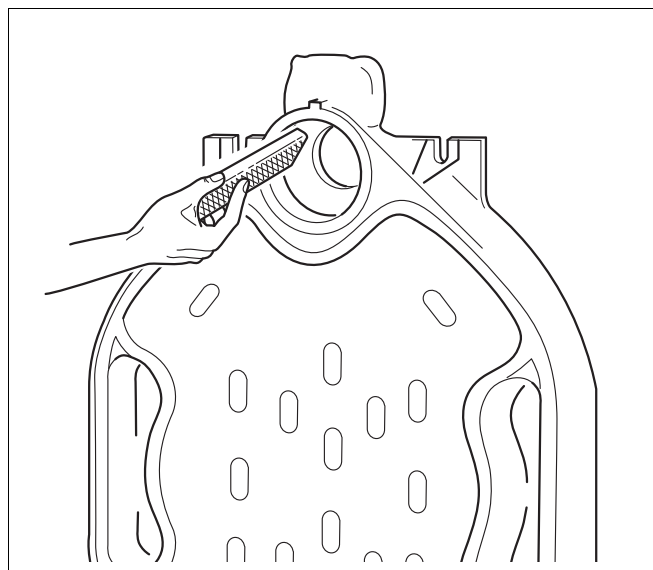

Fig. 7 Limer les bavures
- ▶ Limer les bavures éventuelles sur les moyeux (fig. 7).
- ▶ Limer les bavures éventuelles sur le moyeu (selon la fig. 7).